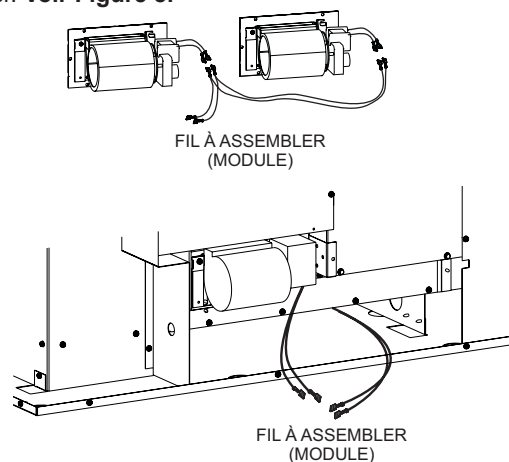

Figure 8
4. Retirer les connecteurs de protection sur le câblage du foyer et les jeter. Raccorder le faisceau de câbles aux deux souffleries et l'autre extrémité à l'ensemble de câblage fourni avec le foyer. **Voir Figure 8.**